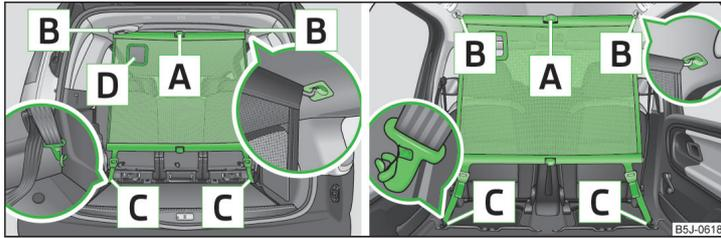

Fig. 67 Utilizar la red de separación detrás de los asientos delanteros/traseros
- Montar la barra transversal en el alojamiento **[B]** » **fig. 67**, primero en un lado, y presionar hacia delante. Introducir de igual modo la barra transversal en el otro lado, en el alojamiento **[B]**.
- Soltar las correas en ambos lados y desenganchar los mosquetón **[C]** » **fig. 67.**
- Presionar la tecla roja de la articulación **[A]** » **fig. 67**; ésta se soltará.
**El montaje y desmontaje de la red de separación detrás de los asientos delanteros** se realiza de modo similar al de los asientos traseros. Para enganchar los ganchos de mosquetón **[C]** » **fig. 67** deberán utilizarse las argollas de sujeción detrás de los asientos delanteros. Con el fin de aumentar el volumen del maletero, se pueden desmontar los asientos traseros.
**El montaje y desmontaje de la red de separación detrás de los asientos traseros con el suelo de carga variable** » **página 81** se realiza igual que el montaje detrás de los asientos traseros sin el suelo de carga variable. Para enganchar los mosquetones **[C]** » **fig. 67** deberán utilizarse las argollas de sujeción en las cuñas de retención en la parte delantera del suelo de carga variable.